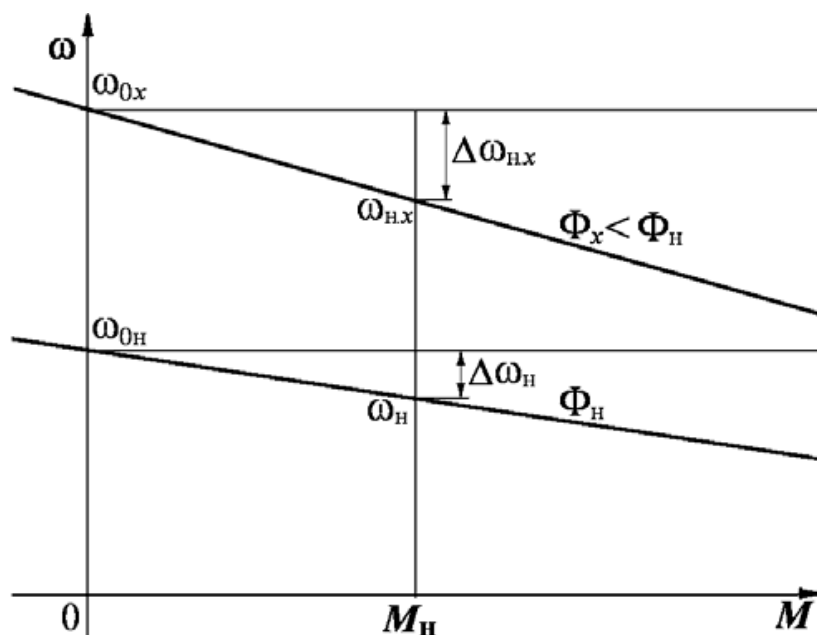

Рис.5. Естественная и искусственная характеристика при ослабленном потоке
**Задача 13.** Определить параметры двигателя постоянного тока по паспортным данным двигателя. Данные двигателя: мощность  $P_{\text{н}} = 40 \text{ кВт}$ , скорость  $\omega_{\text{н}} = 100 \text{ рад/с}$ , момент  $M_{\text{н}} = 400 \text{ Нм}$ ; напряжение  $U_{\text{н}} = 220 \text{ В}$ ; ток  $I_{\text{н}} = 200 \text{ А}$ . Возбуждение двигателя независимое (параллельное). Естественная характеристика и искусственная характеристика при ослабленном потоке  $\Phi < \Phi_{\text{н}}$  двигателя показана на рис.5.
3. Определить относительное падение скорости двигателя при номинальной нагрузке  $\Delta v_n = \Delta\omega_n / \omega_n$  (см. рис.5).